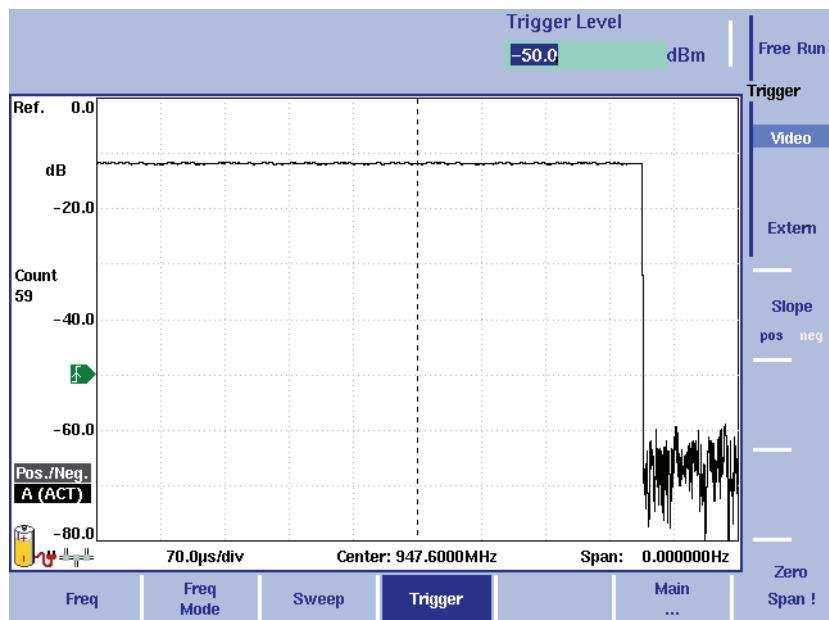

Abb. 35 Ausgelöste Messung (im Zeitbereich)
- 3 Drücken Sie den Softkey **Zero Span**. Die horizontale Achse wird die Zeitachse. Die Skalenbreite ist identisch mit der Wobbelzeit. Ein Beispiel finden Sie in Abbildung 35 auf Seite 136.
Die aktive Flanke wird auf der Leistungsachse mit folgendem Symbol dargestellt (siehe auch Abbildung 35):